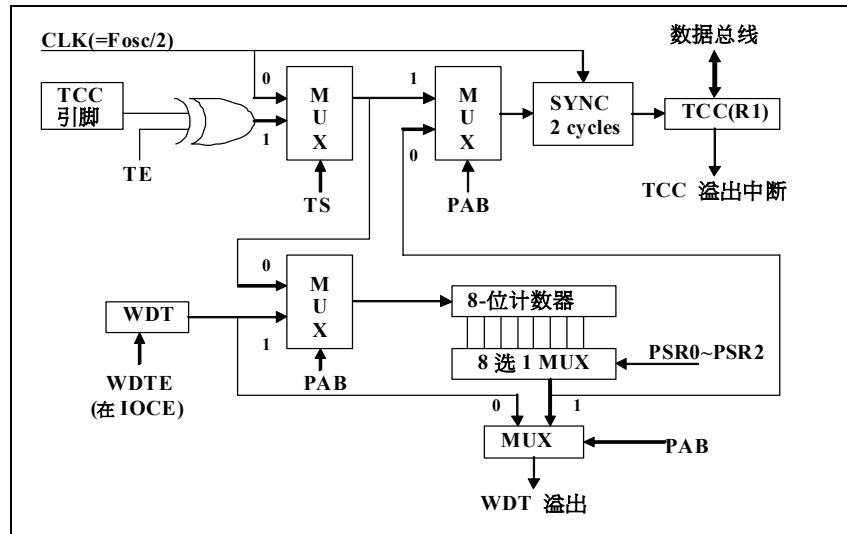

图 4-5 TCC 和 WDT 功能结构图
TCC和WDT共用一个由8位计数器构成的预分频器。在任一时刻，预分频器只能分配给WDT和TCC两者之一，由CONT寄存器的PAB位设置预分频器的分配情况，PSR0~PSR2设置预分频比。在TCC模式下，每次向TCC写入值都会清零其预分频器。在WDT模式下，看门狗定时器和预分频器由“WDTC”或“SLEP”指令清零。图 4-5描绘了TCC/WDT的电路图。
- R1 (TCC) 是一个8位定时/计数器。TCC时钟源可为内部或外部时钟输入(可编程选择TCC引脚信号边沿)。如果TCC时钟源来自内部时钟，TCC寄存器在每个指令周期时钟后加1(未经过预分频器)。由代码选项寄存器的CLK位状态设置 $CLK=F_{osc}/2$ 或 $CLK=F_{osc}/4$ ，参考图4-5。CLK位为“0”时， $CLK=F_{osc}/2$ ；CLK位为“1”时， $CLK=F_{osc}/4$ 。如果TCC时钟源来自外部时钟输入，TCC寄存器在TCC引脚的上升沿或下降沿加1。